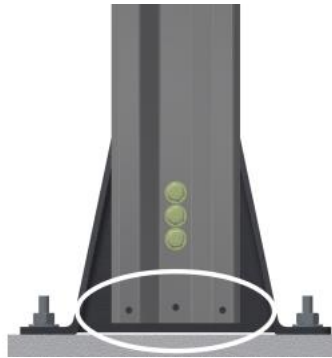

Figura 4: Levanta hasta que haya un espacio de 1/2" (+/- 1/8").
11. Cuando el levantamiento se complete, debe haber un espacio de **1/2"** (+/- 1/8") bajo cada pierna. (**Figura 4**)